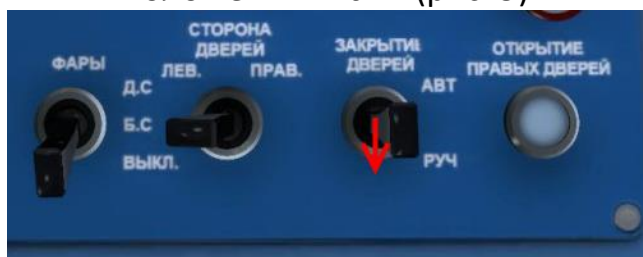

Рис. 9
- На станции закрытие дверей осуществлять переводом переключателя "ЗАКРЫТИЕ ДВЕРЕЙ" в положении "РУЧ" (рис. 9).